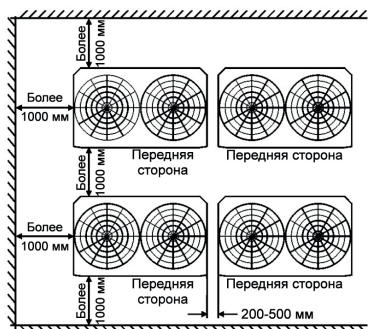

Рисунок 8.9.4
8.9.4 Если наружные блоки устанавливаются выше окружающих объектов и размещаются в двух линиях, необходимо руководствоваться рис. 8.9.4.